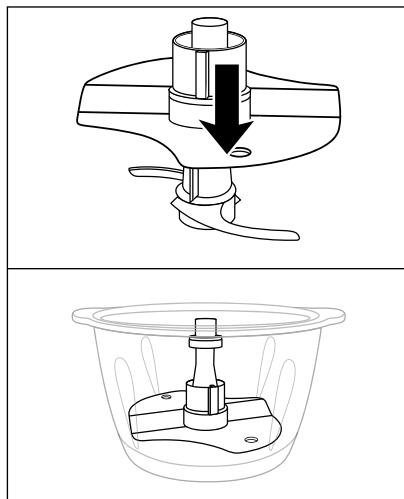

Fig. 1
- 1) Sæt skålen ⑨ på den skridsikre ring ⑪.
- 2) Sæt emulgeringsskiven ⑫ på knivholderen ⑦:
- For at piske 200 - 400 ml fløde skal du sætte emulgeringsskiven ⑫ på knivholderen ⑦, så emulgeringsskiven ⑫ sidder på begge dele af kniven ⑧ og klikker fast (fig. 1):